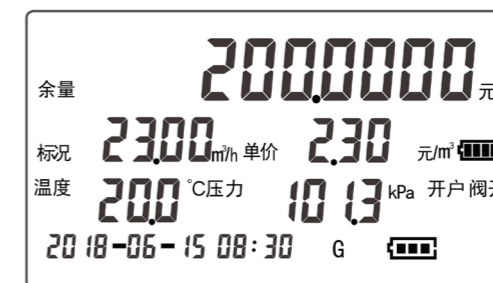

图 18
f. 开户后，第一屏界面如图 18 所示，分别显示剩余金额、标况流量、温度、压力、时间以及电池等信息。当开户后“开户”显示。